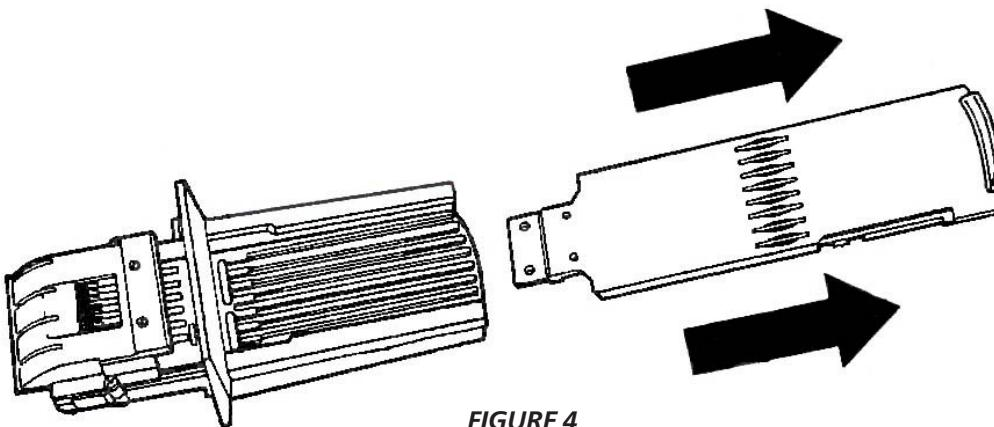

FIGURE 4
- Retirez de la chute à monnaie en la tirant de la glissière à monnaie (voir Figure 4).